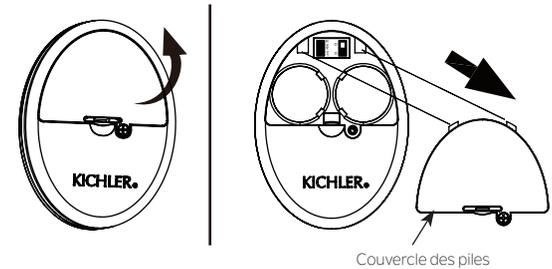

Fig. 26
Étape 2. Retirez le couvercle des piles de la commande du combiné à l'aide d'un tournevis. (Fig.26)